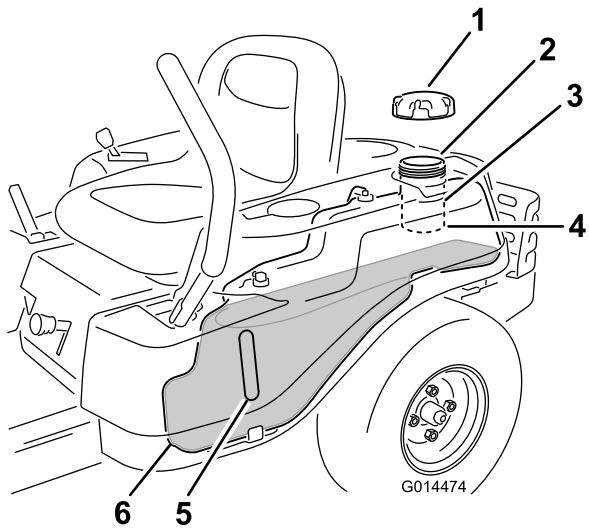

Figure 9
Remarque: Vous pouvez utiliser le regard sur le réservoir de carburant pour vérifier la présence d'essence avant de faire le plein (Figure 9).
2. Versez lentement de l'essence jusqu'à ce que le niveau atteigne la base du goulot de remplissage (Figure 9).